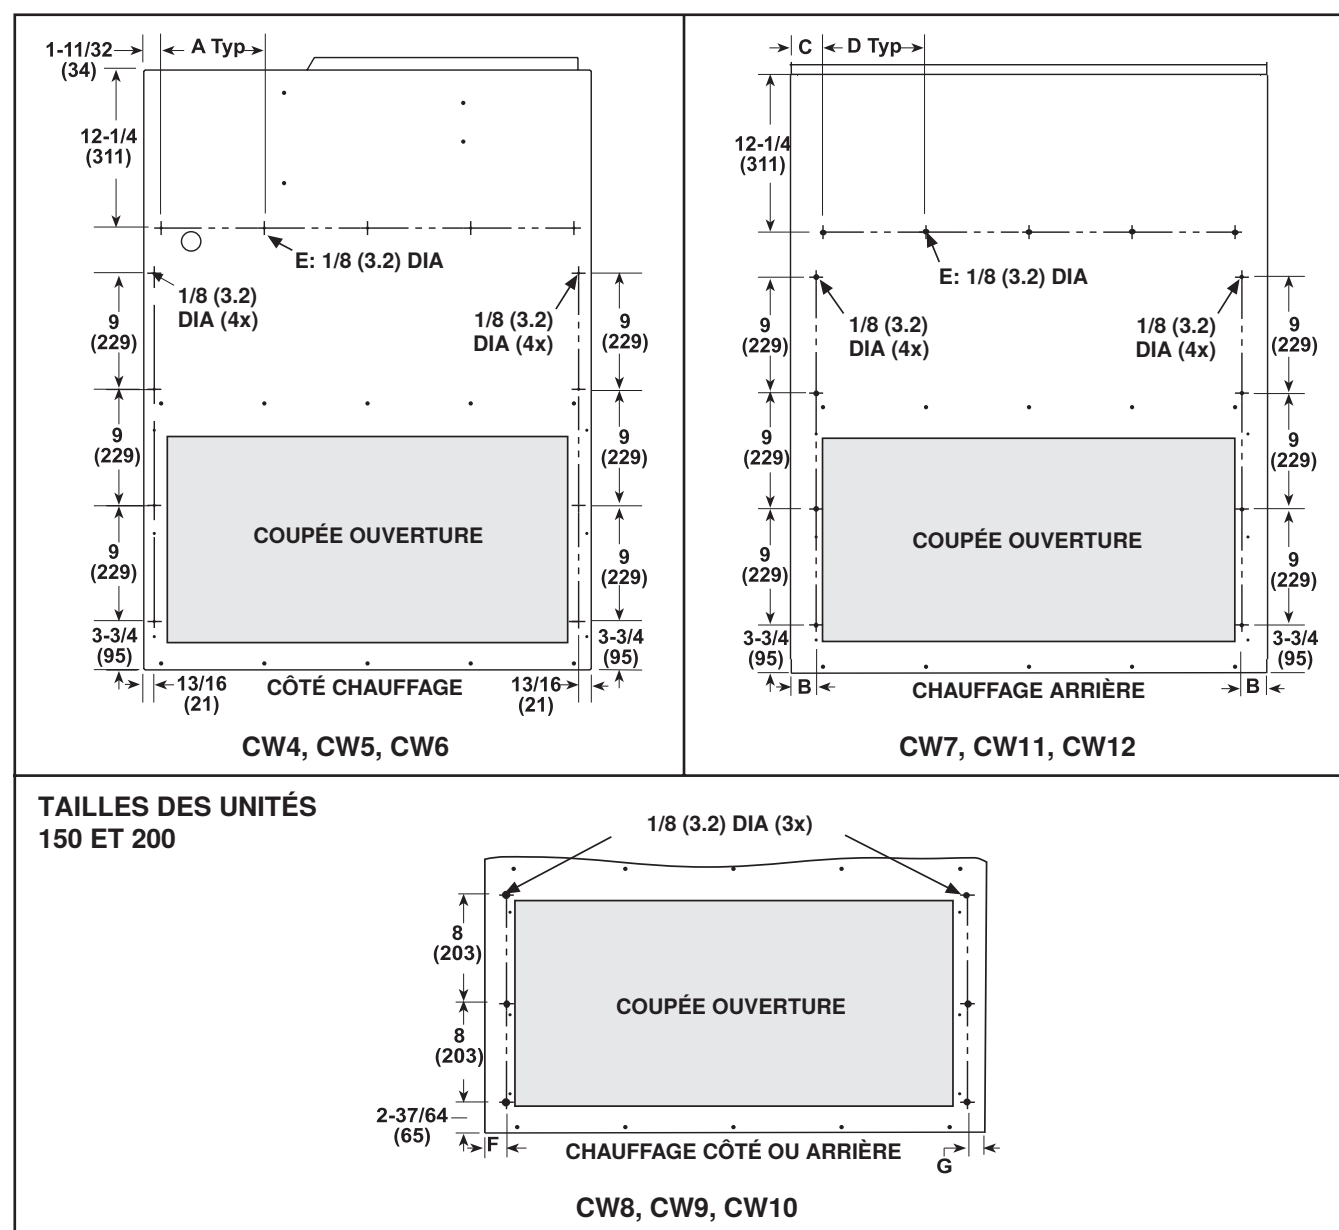

Figure 5. Trous de montage et dimensions (se référer au Tableau 9)
- Pour les options CW4, CW5, CW6, CW7, CW8, CW9, CW10, CW11 ou CW12, marquez et percez quatre trous de 1/8 pouce au-dessus de l'ouverture d'entrée tel qu'illustré à la Figure 5.